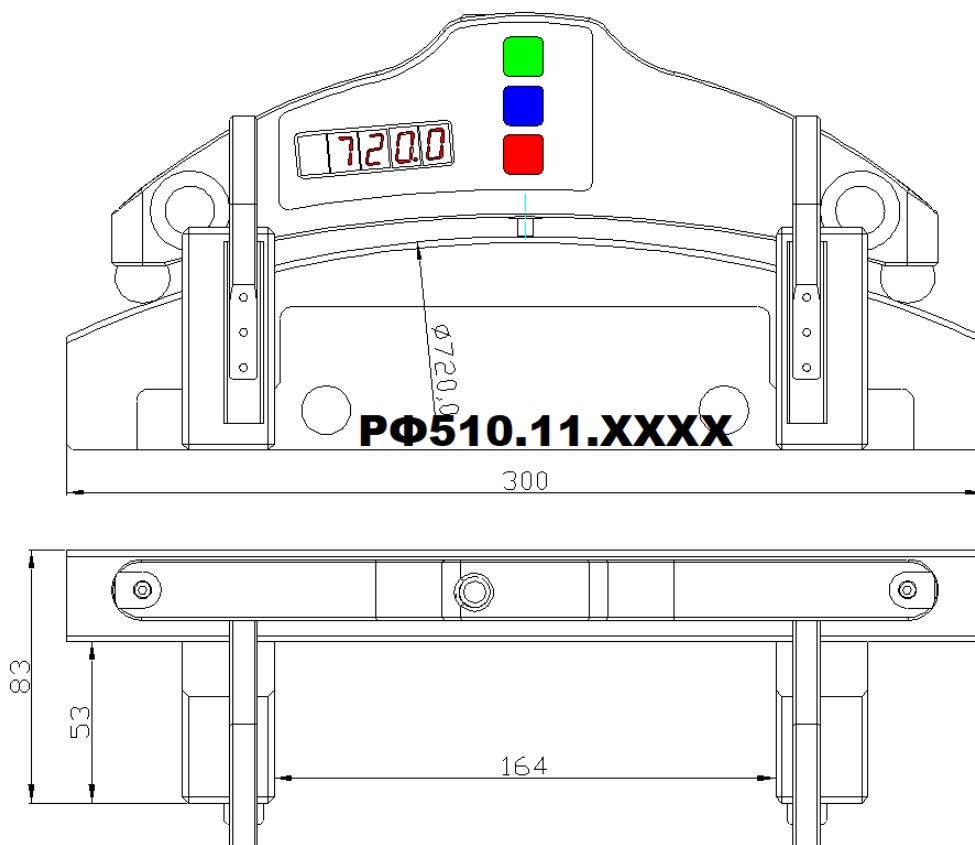

Рисунок 3
- шаблон колеса (колесо) с известным значением диаметра (либо Шаблон-диаметр РФ510.11.850, рис. 3).